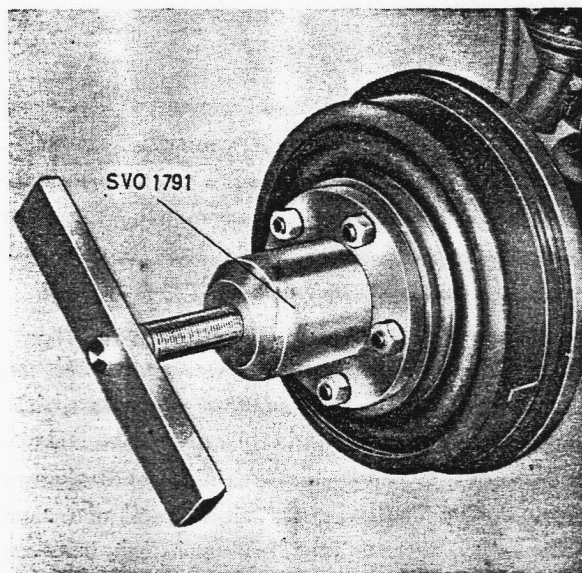

Bild 5-1. Radnabe abziehen
1. Rad abschrauben und Radnabe abziehen, siehe Bild 5-1. Abziehvorrichtung SVO 1791 verwenden. Holzklötzchen unter Bremspedal legen, Bremsleitung vom Bremsbackenhalter und den Bremsbackenhalter selbst abschrauben.
1. Rad abschrauben und Radnabe abziehen, siehe Bild 5-1. Abziehvorrichtung SVO 1791 verwenden. Holzklötzchen unter Bremspedal legen, Bremsleitung vom Bremsbackenhalter lösen und Bremsbackenhalter abschrauben.
3. Hinterradnaben (6) mit Bremsstrommeln zusammen abziehen. Abziehvorrichtung SVO 1791 verwenden, siehe Bild 5-1. (Handbremse lösen und falls erforderlich, Bremsbacken zurückschieben).